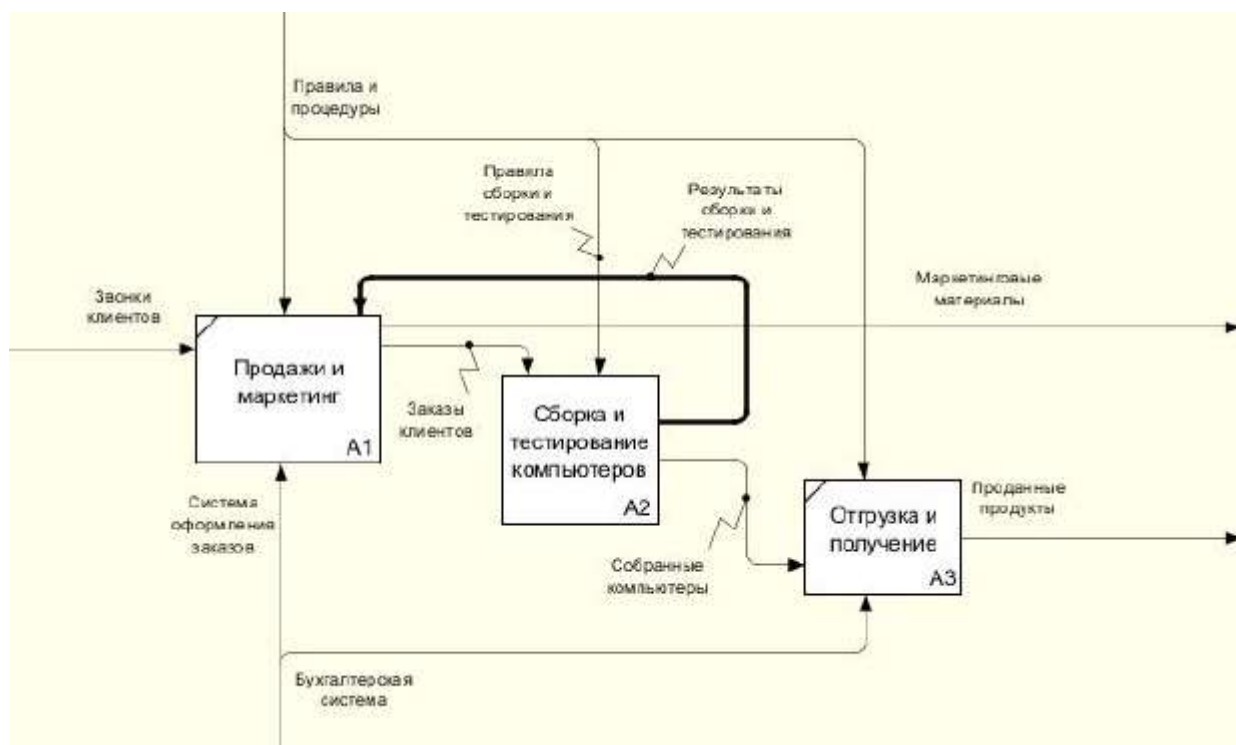

Рис. 8. Результат туннелирования стрелок
9. Создайте новую граничную стрелку «Маркетинговые материалы», выходящую из работы «Продажи и маркетинг». Эта стрелка автоматически не попадает на диаграмму верхнего уровне и имеет квадратные скобки у окончания . Щелкните правой кнопки мыши по квадратным скобкам и выберите в контекстном меню «Туннель» (см. рис. 8) одну из двух опций: «Создать стрелку» или «Обозначить туннель круглыми скобками»; в данном случае – лучше первый вариант.